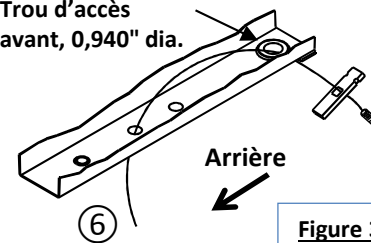

Figure 3
- Poser la visserie** – Acheminer l'extrémité spiralée du fil de tirage à travers le deuxième trou de fixation, puis la faire sortir par le trou d'accès le plus à l'avant dans le bas de cadre. Attacher le boulon de carrosserie 7/16 po et le bloc espaceur de ¼ po d'épaisseur (art. 2) avec le fil de tirage et tirer cette visserie en position, des deux côtés. Répéter la procédure pour la fixation du milieu, des deux côtés. S'assurer que les blocs espaceurs reposent à plat à l'intérieur du cadre, sans superposition. Voir la figure 3.
**6. Poser la visserie** – Acheminer l'extrémité spiralée du fil de tirage à travers le deuxième trou de fixation, puis la faire sortir par le trou d'accès le plus à l'avant dans le bas de cadre. Attacher le boulon de carrosserie 7/16 po et le bloc espaceur de ¼ po d'épaisseur (art. 2) avec le fil de tirage et tirer cette visserie en position, des deux côtés. Répéter la procédure pour la fixation du milieu, des deux côtés. S'assurer que les blocs espaceurs reposent à plat à l'intérieur du cadre, sans superposition. Voir la figure 3.